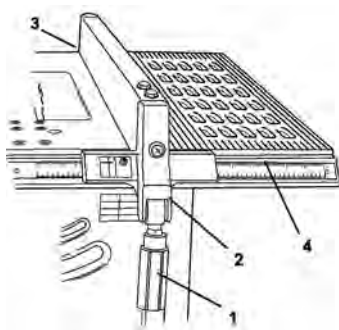

fig. 4 – instalação e fixação da guia de corte
Para colocar a guia de corte na mesa da máquina, levante o punho (1) e encaixe primeiro o engate da parte traseira (3) e depois a parte do punho (1). Utilize o visor e a escala da máquina (4) para encontrar a largura do corte desejada, para travar a guia movimento o punho (1) para baixo conforme a fig. 4, para liberar movimento o punho (1) para cima.